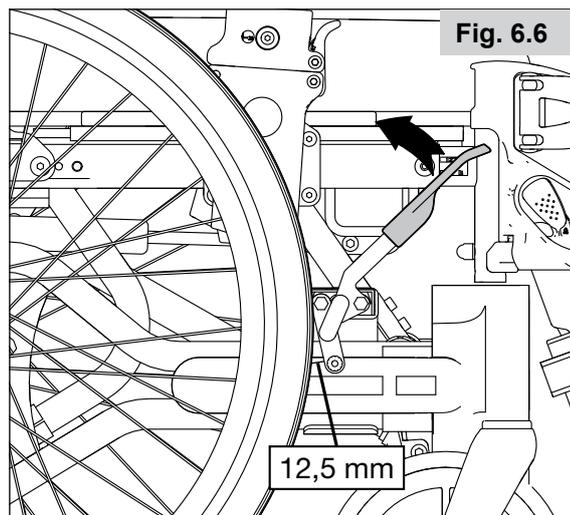

Fig. 6.6
6.6 Ajuste de los frenos (Fig. 6.6)